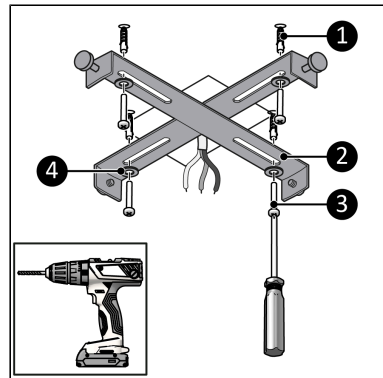

Figure 55.
4. Insérez les chevilles dans les quatre trous (Figure 55, pos. 1).
5. Utilisez les vis Philips (Figure 55, pos. 3) et les rondelles (Figure 55, pos. 4) pour attacher le support de suspension (Figure 55, pos. 2) au plafond.